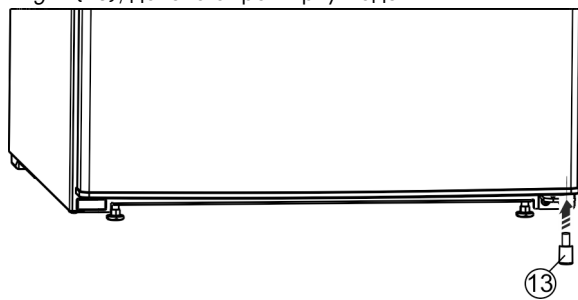

Fig. 9
- ▶ Поставете отново ограничителя Fig. 9 (13) долу отдясно във вратата, защото това е важно за стабилността на уреда.